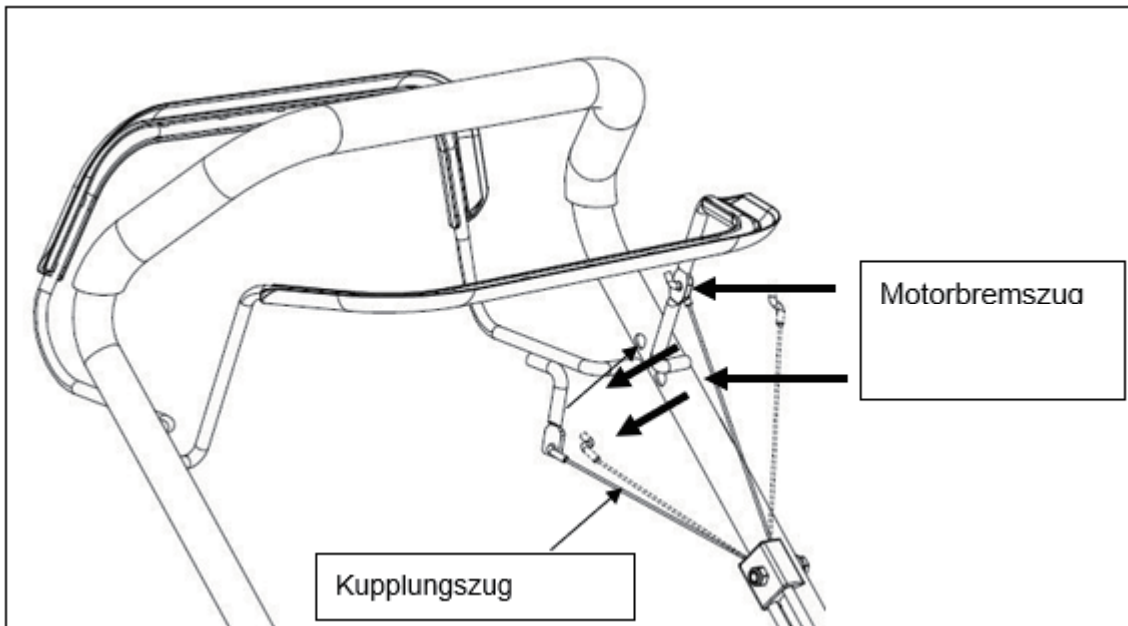

Abb. 3
2. Der Pfeil zeigt an, wo das Kabel durchgeschleift werden soll. (Siehe Abb. 3)